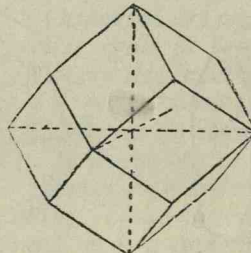

Fig. 62. Dodecaedrul romboidal.
*Dodecaedrul romboidal*, fig. 62, are aceleași axe de simetrie.